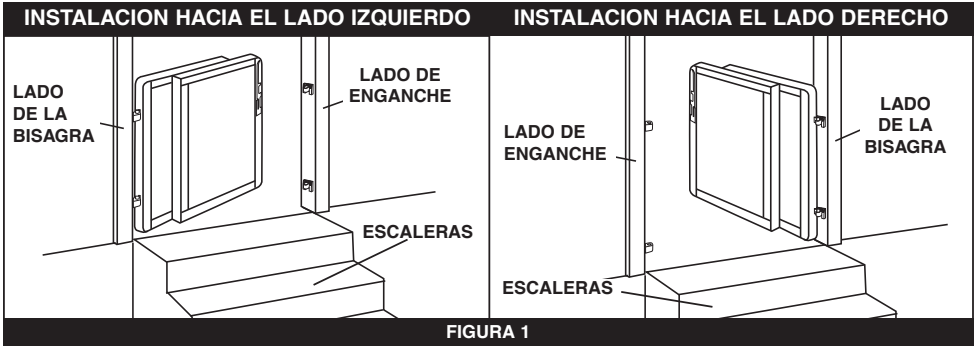

FIGURA 1
**NOTA:** La puerta para escaleras, cuando se instala correctamente, se abrirá en una sola dirección. Al utilizar esta puerta en la parte superior de las escaleras, no permita que la puerta se abra sobre las escaleras. Asegúrese de que la manija de desenganche esté en el lado opuesto al que se encuentra el niño. Vea Figura 1. Aleje la puerta, al menos, 2.54 cm (1") del borde de la escalera superior.